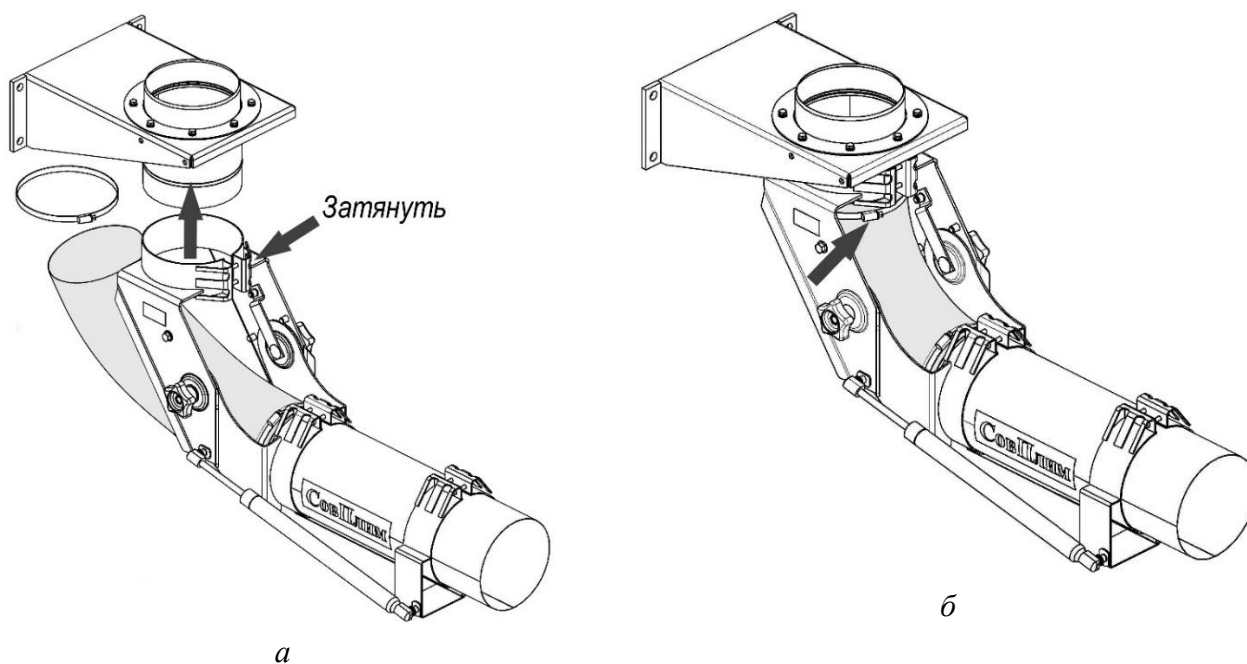

Рисунок 3
5.2.3 Установить на поворотной опоре внутренний шарнир, закрепить при помощи винтов, соединяющих скобы шарнира (рисунок 3а);
5.2.4 Надеть свободный конец гибкого шланга на патрубок поворотной опоры и закрепить червячным хомутом (рисунок 3б).